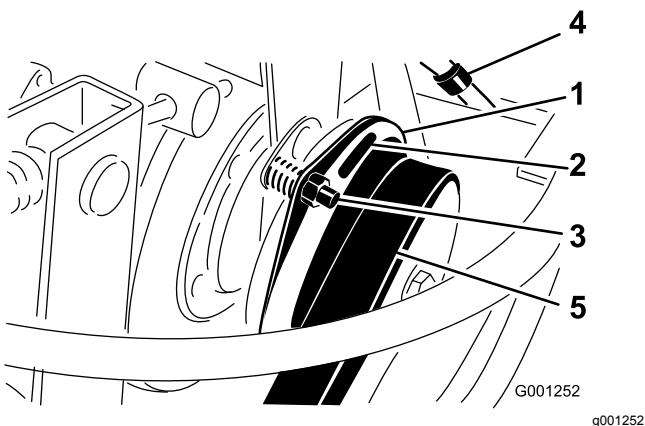

Figura 74
3. Ajuste a folga de modo a permitir a introdução de um calibrador de 0,38 mm entre a cobertura da embraiagem e a placa de fricção (Figura 74).
**Nota:** Pode reduzir esta folga se rodar a porca de ajuste no sentido dos ponteiros do relógio (Figura 74).